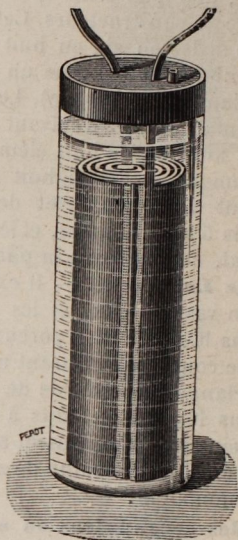

Fig. 360. — Élément secondaire de M. Planté.
M. Planté, qui, le premier, a résolu le problème des effets d'accumulation et de polarisation voltaïque, a reconnu que, pratiquement, le plomb était le métal qui convenait le mieux pour cette fonction (fig. 360). La formation des accumulateurs est une opération importante qui doit se faire avant de pouvoir les employer utilement et qui consiste à peroxyder le plus profondément